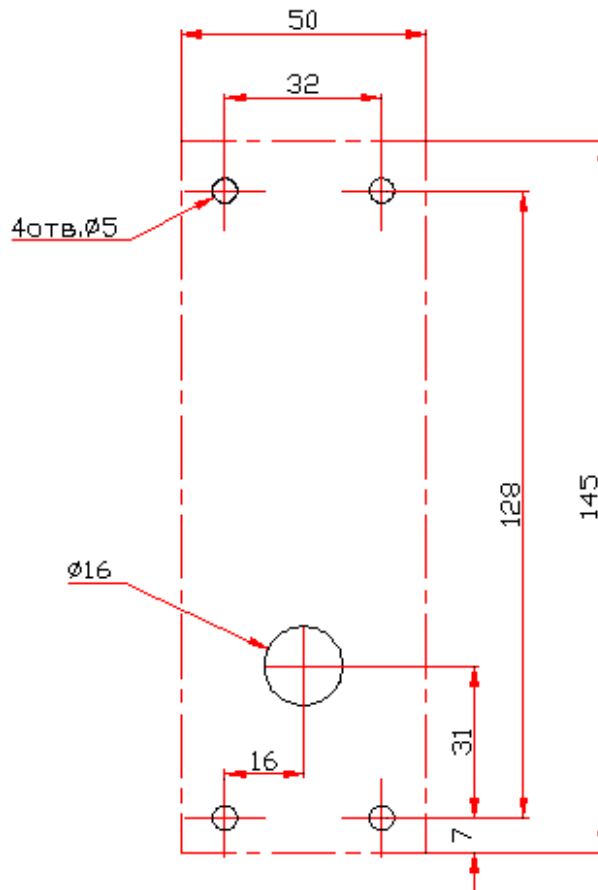

Рис. 3 Разметка отверстий для установки считывателя
5.3. Произведите разметку и разделку отверстий на установочной поверхности для крепления металлического основания и проводки кабеля от считывателя (см. рис. 3).